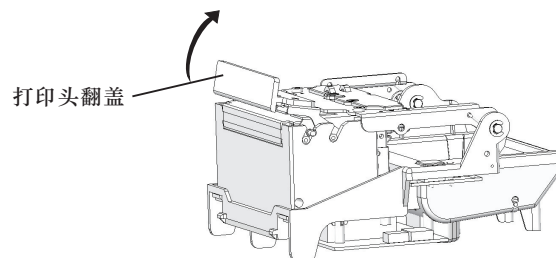

图10
- 2) 往上提拨打印头翻盖（图10、11），打印头可自动弹起到一定角度；